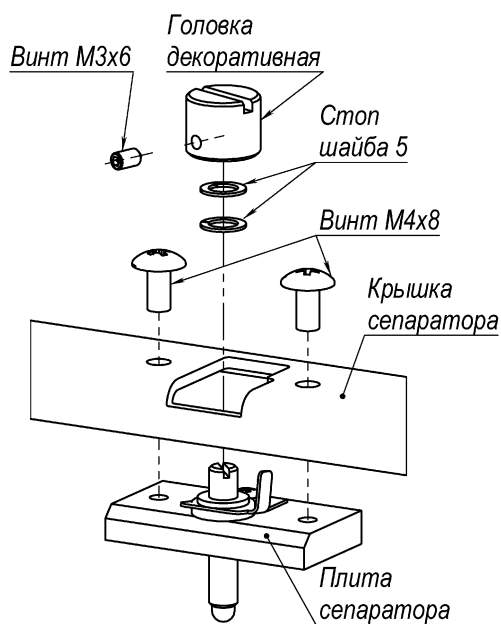

Рис. 99
8.27.1 Вывинтить винт М3х6 N0106 крепления головки декоративной к винту регулятора толщины, снять головку, снять две стоп шайбы 5 W0002 (см. Рис. 99).
8.27.2 Вывинтить два винта М4х8 N0001 крепления плиты сепаратора к крышке сепаратора, снять плиту (см. Рис. 99).